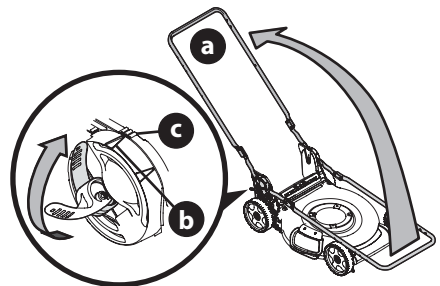

Figura 13
5. Mientras estabiliza la cortadora de césped para que no se mueva, levante la manija superior (a) (Figura 13). No prene los cables del control de la transmisión o de la cuchilla mientras levanta la manija.
6. Cuando levante la manija superior, asegúrese de que el indicador de posición (b) esté alineado con una de las tres posiciones de la manija (c). Vea el recuadro de la Figura 13.
7. Trabe las dos palancas de liberación de manija. Vea el recuadro de la Figura 13.